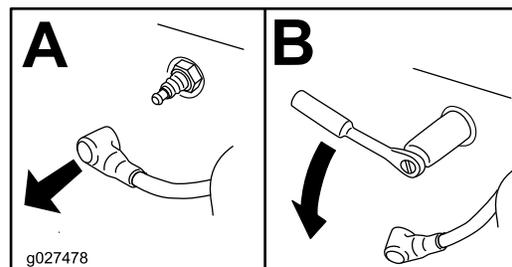

Рисунок 39
- Снимите свечу (свечи), как показано на **Рисунок 39**.